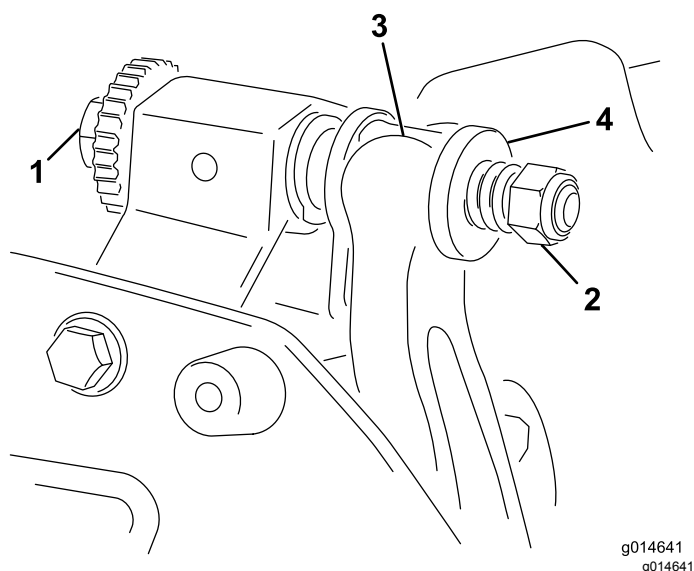

Figura 18
1. Ruotate la vite di regolazione della barra di appoggio in senso antiorario per allontanare la controlama dal cilindro (Figura 18).
2. Allentate il dado di tensione della molla, finché la rondella non sarà più in tensione contro la barra di appoggio (Figura 18).